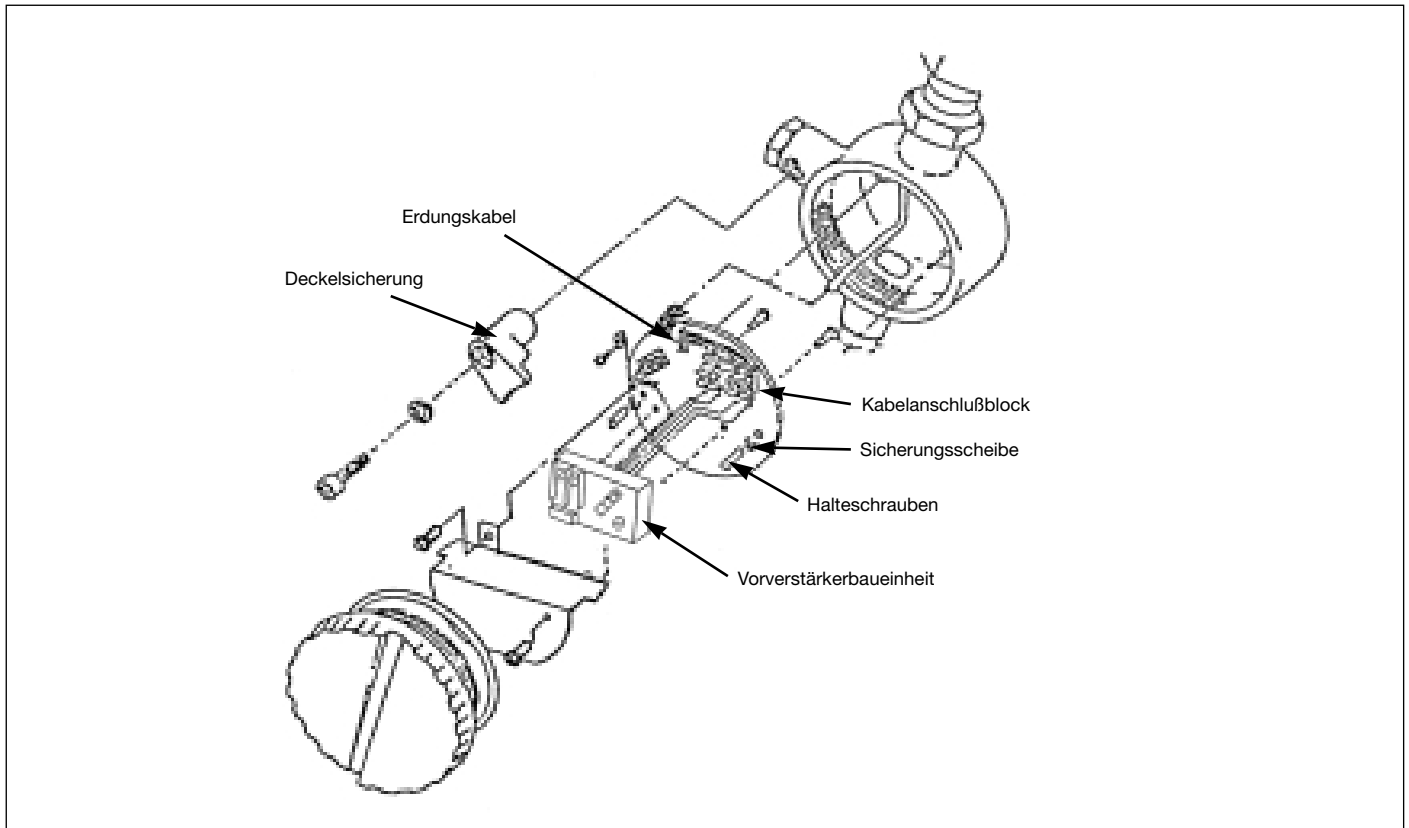

Abbildung 24. Vorverstärker - VFM 3100 mit getrennt montierter elektronischer Baueinheit (mit druckfester Kapselung gemäß CENELEC)
- Spannungsversorgung des VFM 3100 abschalten. Der Schraubdeckel des Meßumformers und der Anschlußdose des VFM 3100 mit druckfester Kapselung gemäß CENELEC sind mit Deckelsicherungen ausgestattet. Siehe dazu Abbildung 24.
- Abschirmblech des Vorverstärkers abnehmen und das Massekabel von der U-förmigen Massenklemme auf der Halteplatte trennen (Abbildung 24).
- Abschirmblech über den Vorverstärker anbringen. Siehe dazu Abbildung 24.
- Schraubendeckel der Anschlußdose abdrehen (bei VFM 3100 mit druckfester Kapselung gemäß CENELEC Befestigung und Deckel abnehmen). Siehe Abbildung 24.